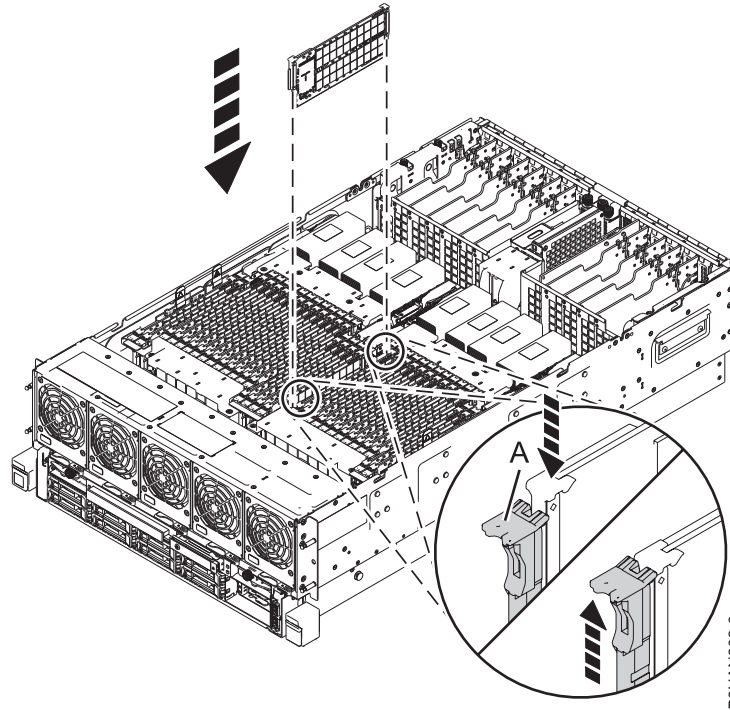

Figure 6. Installation ou remplacement de la mémoire dans le système 8408-44E ou 8408-E8E
6. Appuyez fermement sur le module de mémoire pour l'insérer dans l'emplacement jusqu'à ce que la languette de verrouillage (A) s'emboîte dans son emplacement. Voir figure 6, à la page 9.